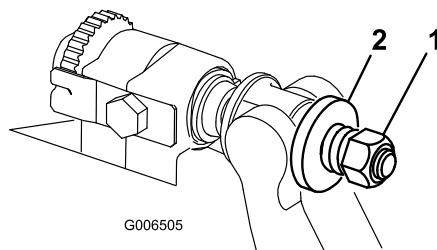

Figura 28
- Aperte a porca da mola tensora até que a mola fique recolhida; em seguida, desaperte meia volta (Figura 28).